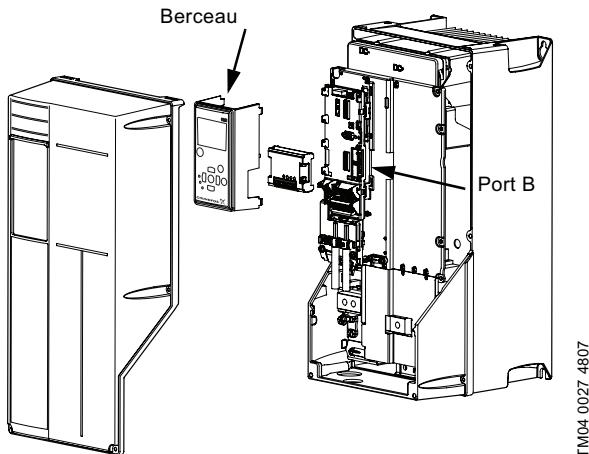

Fig. 4 Boîtiers A5, B1, B2, B4, C1, C2, C3, C4, D1 et D2
2. Retirer du CUE le panneau de commande et le berceau. Voir fig. 4.